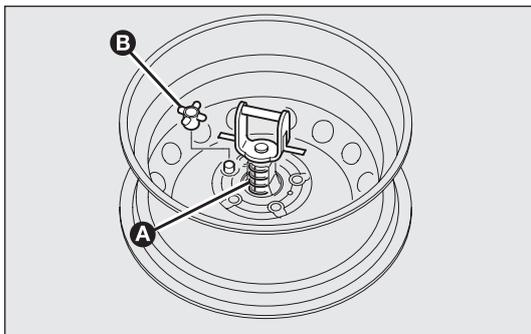

fig. 140
- ❑ fije el soporte A-fig. 140 a la llanta después de hacerla pasar por el orificio, introduzca el perno roscado en uno de los orificios de los tornillos y apriete el pomo B;